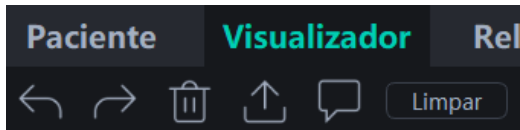

Fig. 39
f. Superior à imagem processada, há uma barra com ferramentas como "Desfazer/Refazer" , "Apagar imagem" , "Exportar imagem" e "Informações de imagem" , (Fig. 39). Quando houver uma seleção múltipla de imagens, selecionar o botão "Limpar" para excluir as imagens do visualizador;